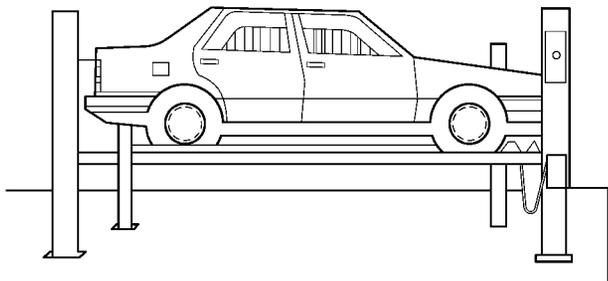

图1-20 四柱电动举升器
(3)四柱举升器 举升总量多为4 000kg左右甚至更高,通常用于轿车和微型车,如图1-20所示。其使用方法,详见举升器的使用说明。